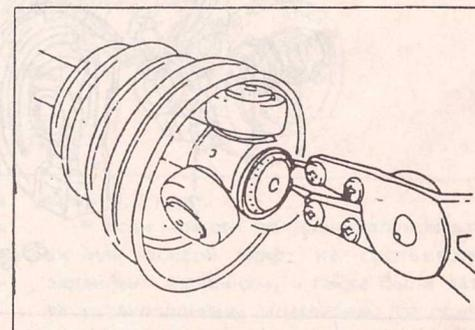

Рис. 195.
- Снять корпус шарнира. Тщательно очистить конец вала и снять щипцами стопорное кольцо, показанное на рис. 195.